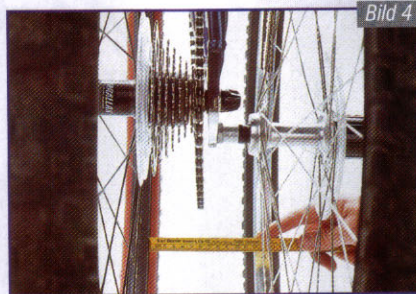

Bild 4
6. Die versteckte **Ursache vieler Schaltfehler**: Das Schaltauge ist – etwa durch einen Sturz – verbogen. Zur fachgerechten Kontrolle benötigt man ein zweites Hinterrad und den Zollstock (Bild 4). Das Schaltwerk wird ab- und die Hinterradachse eingeschraubt. Dann misst man, ob beide Felgen exakt parallel stehen, also rundum den gleichen Abstand haben. Wenn nicht, ist bei Alurahmen ein neues Schaltauge nötig. Am Stahlrahmen kann eine leichte Verformung wieder zurückgebogen werden – zur Not mit dem Ersatzhinterrad, besser aber mit Spezialwerkzeug beim Fachhändler.